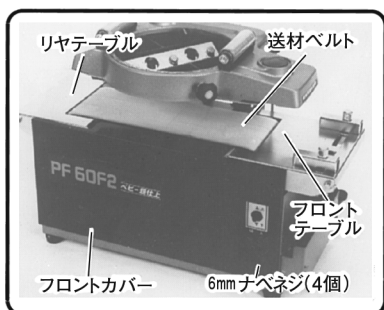

図 34
- (1) 6mmナベネジ4個を手持ちの⊕ドライバーでゆるめ、フロントカバーを取りはずします。(図34)
- (2) 8mmボルト4個を付属のボックススパナでゆるめ、フロントテーブルを取りはずします。同じ要領でリヤテーブルを取りはずします。